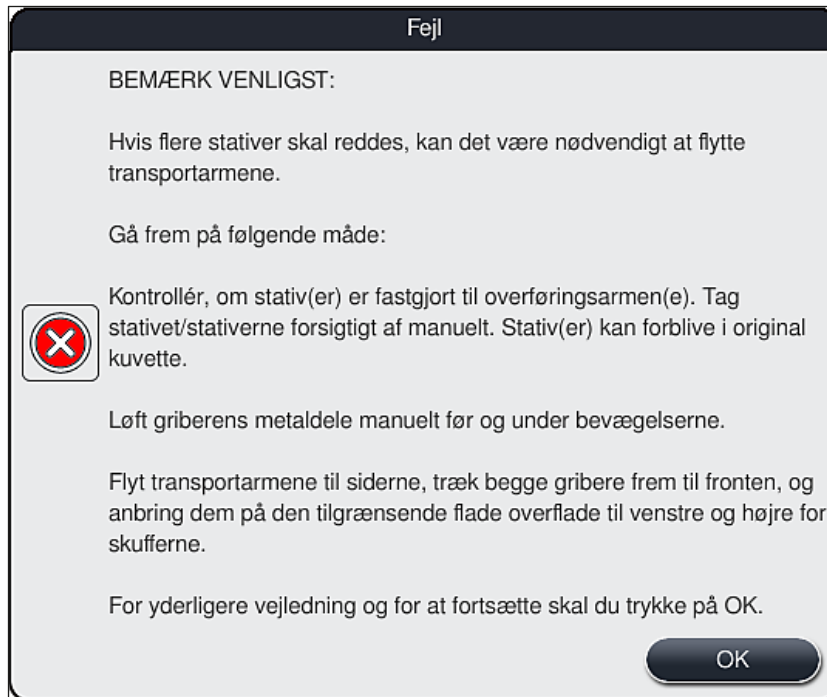

Fig. 111
3. Når du har trykket på knappen **OK** (→ "Fig. 110"), vises der en ny informationsmeddelelse (→ "Fig. 111"), som giver brugeren anvisninger om den korrekte fremgangsmåde til fjernelse af de pågældende stativer.